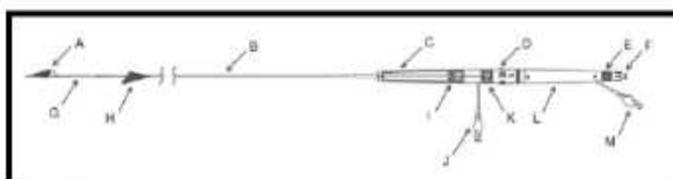

Figura 1.
Nota: El mango del dispositivo tiene dos bloqueos: el bloqueo del mango trasero y el bloqueo del mango delantero. Consulte la figura 1. Al cerrar estos bloqueos se facilita el lavado, se evita el flujo sanguíneo retrógrado y se evita también que se muevan los componentes del mango del dispositivo y el filtro distal. Los bloqueos deben abrirse temporalmente para facilitar el movimiento de los componentes del mango según se necesite.
1. Abra el bloqueo del mango trasero (consulte la figura 1).
2. Recupere el filtro distal utilizando uno de los dos métodos siguientes: a. Recuperación de carcasa completa: retraiga poco a poco el deslizador del filtro distal (3) respecto al mango trasero hasta que el extremo radiopaco de filtro distal quede alineado con el marcador radiopaco de punta de vaina articulada (según visualización mediante radioscopia). Cierre el bloqueo del mango trasero. Si percibe resistencia durante la recuperación del filtro distal o si considera que el filtro distal está demasiado lleno, siga el método de recuperación de carcasa parcial que se detalla a continuación.
b. Recuperación de carcasa parcial: retraiga poco a poco el deslizador del filtro distal (3) respecto al mango trasero hasta que el soporte circular radiopaco de filtro distal quede plegado dentro de la punta de vaina articulada (según visualización mediante radioscopia). Cierre el bloqueo del mango trasero.